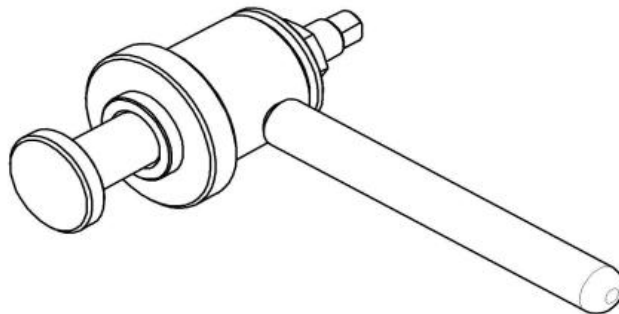

Рис.12 Приспособление для запрессовки манжет(11000001333).
- используя приспособление для запрессовки манжет (рис.12) установить манжету 1;